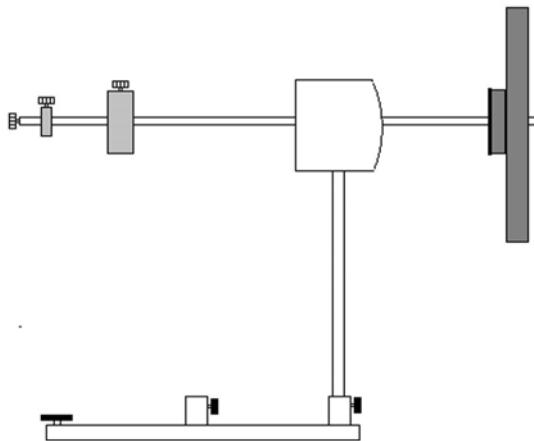

Fig. 3: Nutation
- Gyroskop gemäß Fig. 3 aufbauen und ins Gleichgewicht bringen.